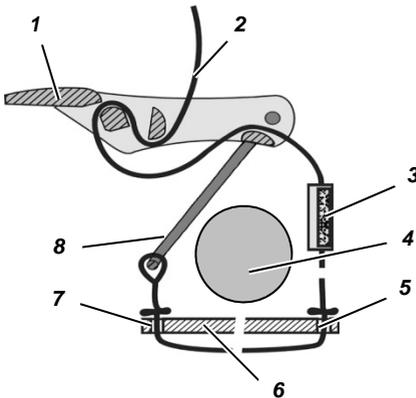

Fig. 43 Cinghia corta ritegno bombola
- (1) Far passare la cinghia ritegno bombola (→ Fig. 43) prima attraverso l'asola del telaio di trasporto (sul lato destro del telaio), quindi attraverso l'asola sinistra del telaio di trasporto e infine attraverso la staffa della bombola - allineare la staffa della bombola in verticale.
- (2) Posizionare la cinghia con velcro sulla cinghia ritegno bombola con il lato lanuginoso rivolto verso l'esterno.